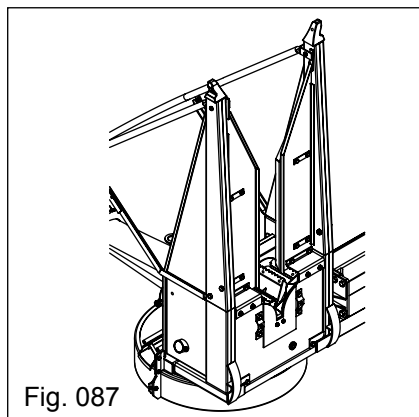

Fig. 087
- a) Incline a colhedora de forragem, a 90°. Para isso, desacople o terceiro ponto da colhedora, e erga o hidráulico do trator de forma que a colhedora incline para trás até encostar no chão (Fig. 087);